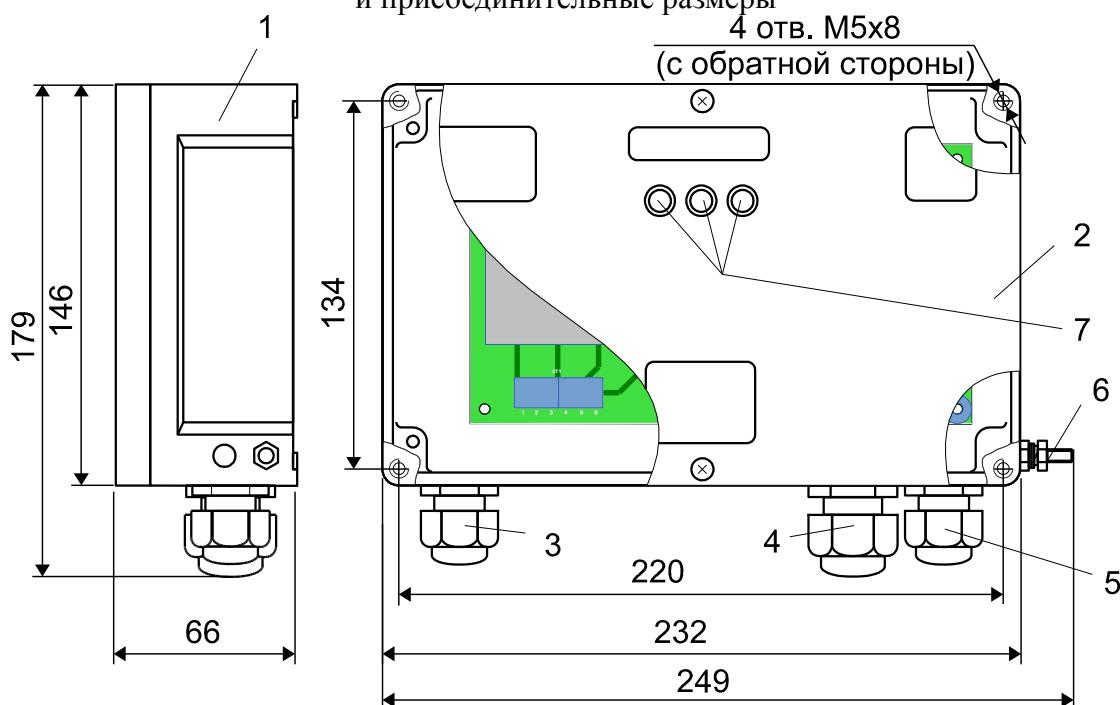

Рисунок 3 - Внешний вид, габаритные и присоединительные размеры вторичного преобразователя
1.3.5 Вторичный преобразователь (рисунок 3) состоит из корпуса 1, крышки 2 и электронного модуля, расположенного внутри корпуса. Для подключения заземляющего проводника служит зажим заземления 6 (ЗШ-С-5х25 ГОСТ 21130-75). На нижней стороне корпуса расположены три кабельных ввода 3, 4, 5. На крышке расположены три светофильтра 7 для индикаторов, сигнализирующих срабатывание выходных реле.
2.1.8 Вторичный преобразователь закрепляется четырьмя винтами M5 с тыльной стороны щита (рисунок 3).
2.1.9 Для заземления корпуса вторичного преобразователя используется зажим заземления 6 ЗШ-С-5х25 ГОСТ 21130-75 (см. рисунок 3), снабженный знаком “земля”. Заземление должно выполняться медным проводником с поперечным сечением не менее 1,5 мм².